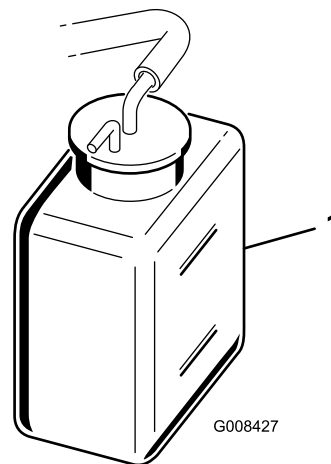

Bild 30
2. Prüfen Sie den Kühlmittelstand (Bild 30). Das Kühlmittel muss sich bei einem kalten Motor zwischen den beiden Linien am Ausdehnungsgefäß befinden.